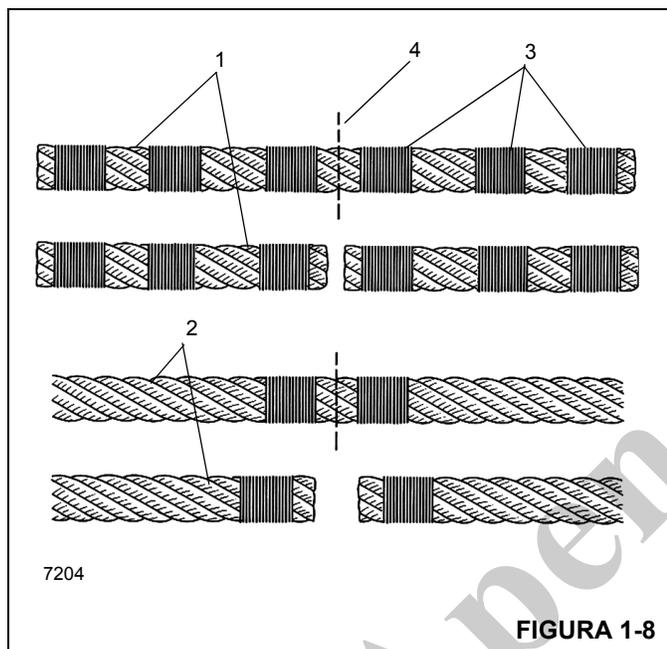

FIGURA 1-8
NOTA: Um cabo de aço não pré-formado (1) (Figura 1-8) deve ter três amarrações (3) feitas em cada lado do corte (4), em comparação com o cabo de aço pré-formado (2).